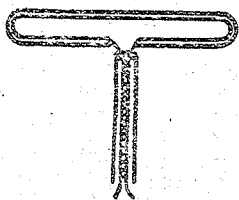
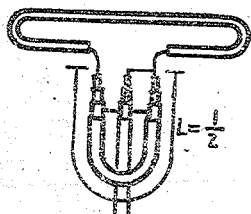

图4 折合振子与平行扁馈线连接
图5 折合振子与同轴电缆连接
(1) 天线与馈线匹配。如果天线是  $300\Omega$  的平衡式折合振子天线，那可用  $300\Omega$  的平行扁馈线直接连接，如图 4 所示。如果用  $75\Omega$  不平衡式同轴电缆则应在天线与馈线连接处加一个用同轴电缆作成的 U 型管匹配环，如图 5 所示。该匹配环的作用是把同轴电缆的  $75\Omega$  特性阻抗转换成平衡式  $300\Omega$  特性阻抗，这样可与折合振子的阻抗相匹配。